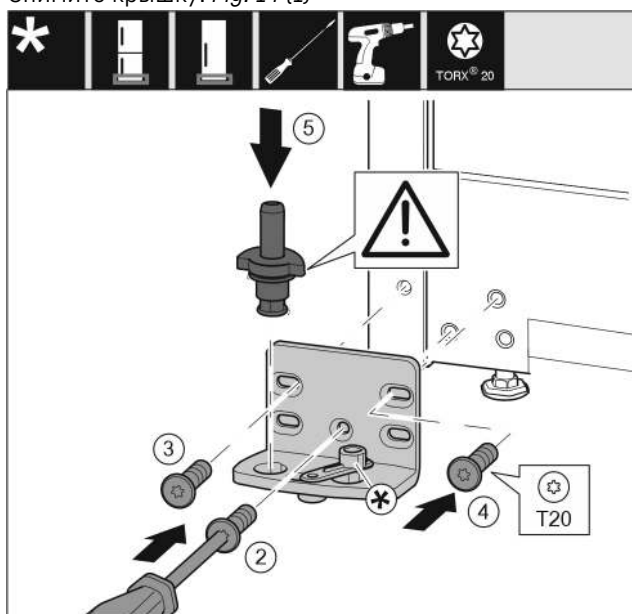

Fig. 15
- Установите опорный кронштейн с другой стороны и прикрутите с помощью отвертки T20. Начинайте с винта 2 снизу в центре. Fig. 15 (2)
- Затяните винты 3 и 4. Fig. 15 (3,4)
- Установите опорный палец в сборе. При этом следите за тем, чтобы выступ фиксатора был направлен назад. Fig. 15 (5)